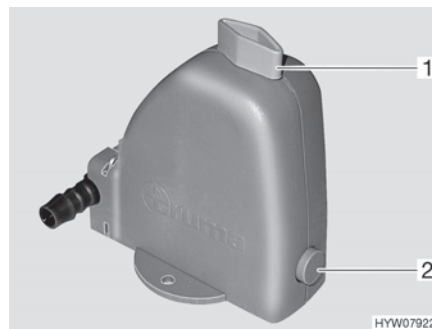

Fig. 123 Valvola di sicurezza/di scarico
Il riscaldamento è dotato di una valvola di sicurezza/di scarico (Fig. 123). La valvola di sicurezza/di scarico impedisce che l'acqua per la preparazione dell'acqua calda congeli in presenza di basse temperature esterne, quando il riscaldamento non è acceso.
- Chiudere la valvola di sicurezza/di scarico. A tal fine ruotare la manopola (Fig. 123,1) verticalmente rispetto alla valvola di sicurezza/di scarico e premere verso l'interno il bottone automatico (Fig. 123,2).
- Aprire la valvola di sicurezza/di scarico. A tal fine ruotare la manopola (Fig. 123,1) nel senso della lunghezza della valvola di sicurezza/di scarico. Il bottone a pressione (Fig. 123,2) scatta all'infuori. Il serbatoio dell'acqua sanitaria viene svuotato verso l'esterno tramite la valvola di sicurezza/di scarico.